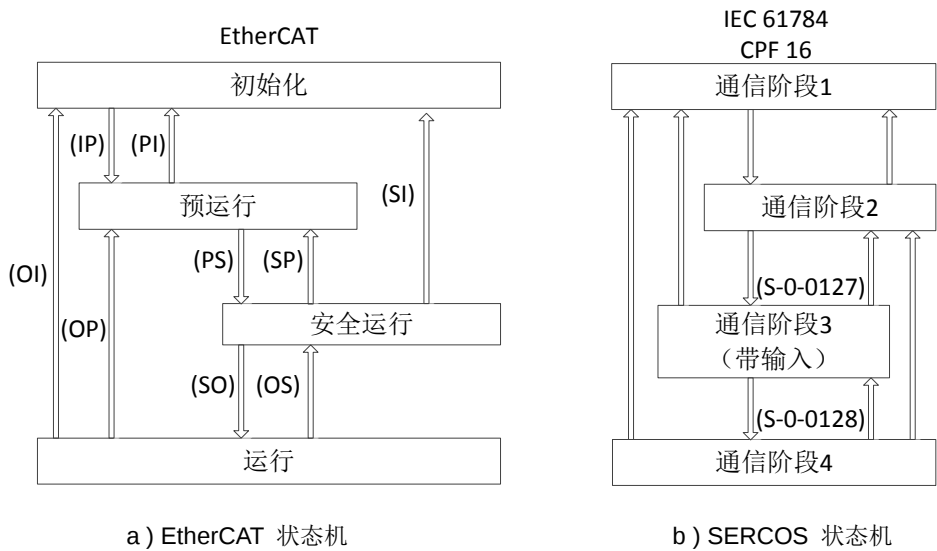

图 7-29 SoE 状态机
SERCOS 协议的通信阶段与 EtherCAT 状态机的比较图如图 7-29 所示，其特点有以下几个方面：
- （6）SERCOS 协议只允许高级通信阶段向下切换到通信阶段 0，而 EtherCAT 允许任意的状态向下切换（如图 7-29 的 a) 所示）。例如从运行状态切换到安全运行状态，或从安全运行状态切换到预运行状态。SoE 也应该支持这种切换图 7-29 的 b) 中所示，如果从站不支持，则应该 EtherCAT AL 状态寄存器中设置错误位。